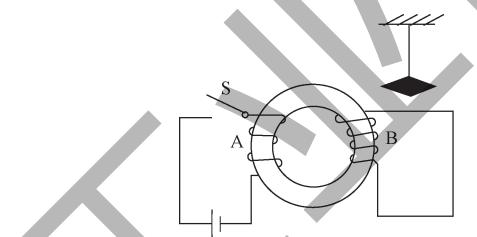

图 4-46 题 10
10. 如图 4-46 所示：一个软铁圆环上绕两个互相绝缘的线圈 A 和 B。线圈 A 和电池连接，线圈 B 用一导线连通，导线上面平行放置一只小磁针。关于此实验下列说法正确的是（ ）。